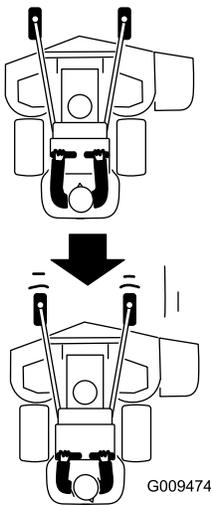

図 20
2. 走行コントロールレバーをゆっくりと後ろに引く 図 20。